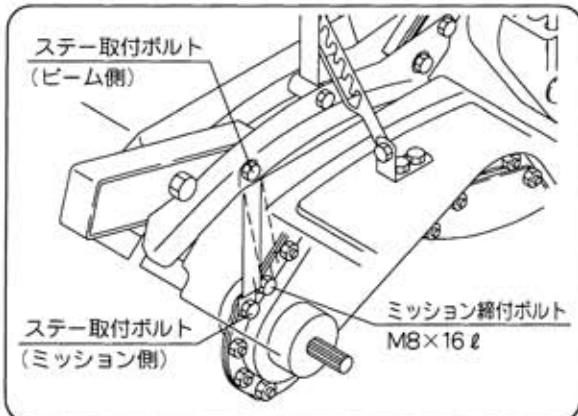

図53
- ② ステー取付ボルト(ビーム側)をゆるめてください。(図53)
- ③ ステー取付ボルト(ミッション側)のボルトを取り外してください。(図53)
- ④ ミッション締付ボルト(M8×16ℓ)を外してください。(図53)